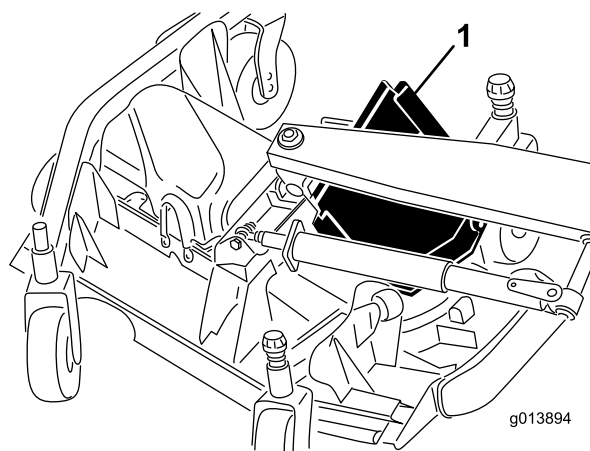

Рисунок 47
6. Чтобы снять передний край крышки, поднимите и проведите его между рычагом подъема и валиком (Рисунок 47).